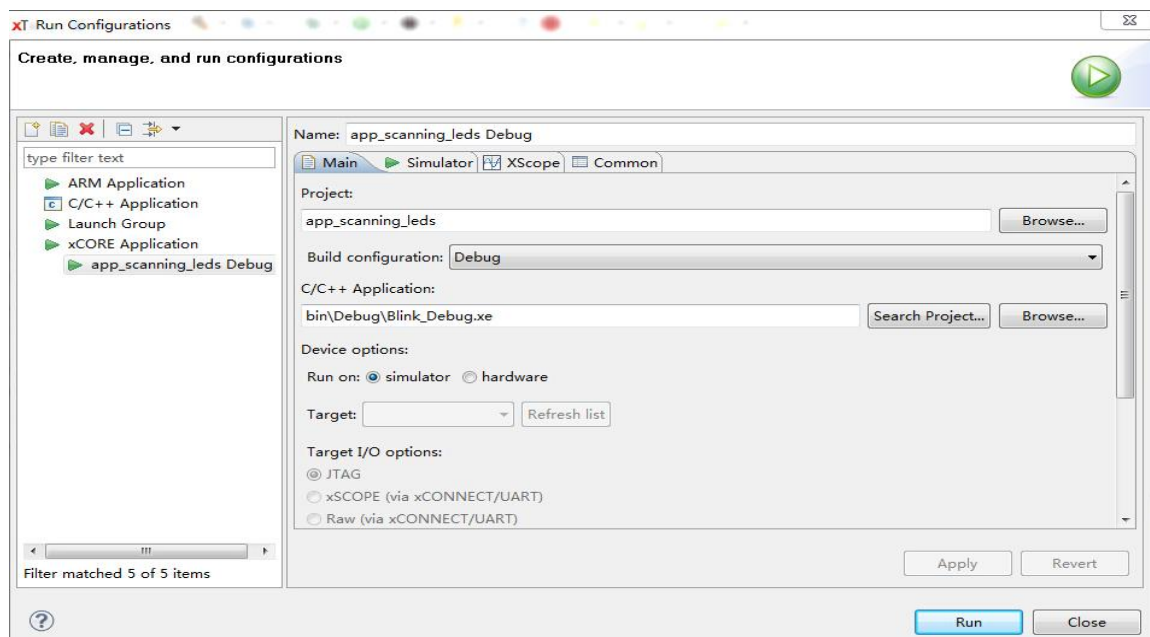

图 3
1. 在 RUN 下拉列表中打开 Run Configurations,如图 3 所示。